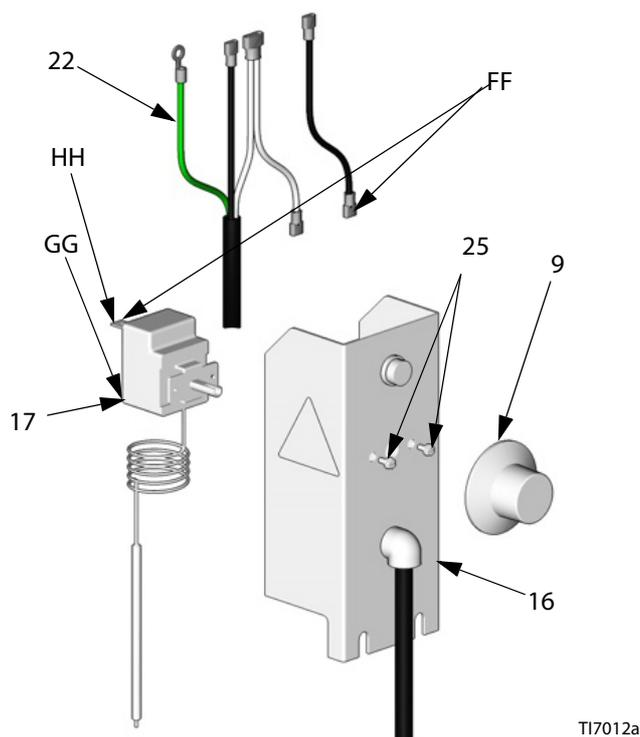

Рис. 11
5. См. Рис. 11. Отсоедините два нажимных соединителя от переключателя термостата (17). Один из них относится к датчику предельной температуры (19) на GG, а двойной соединитель HH и FF относится к картриджу нагревателя (21) и лампе (8).